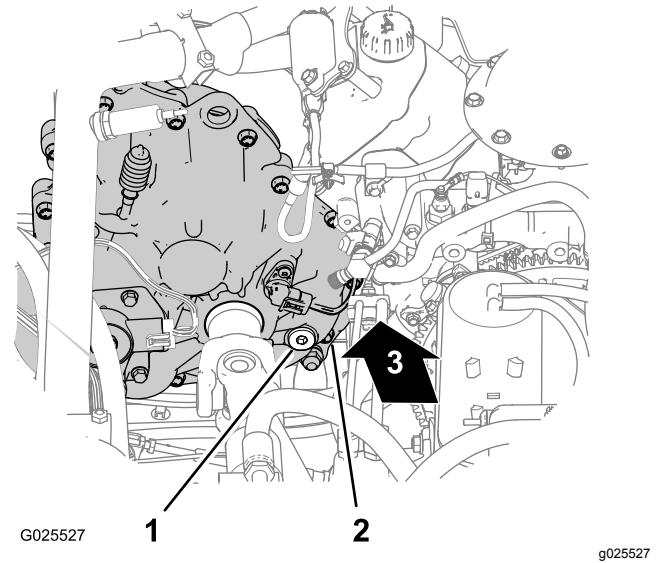
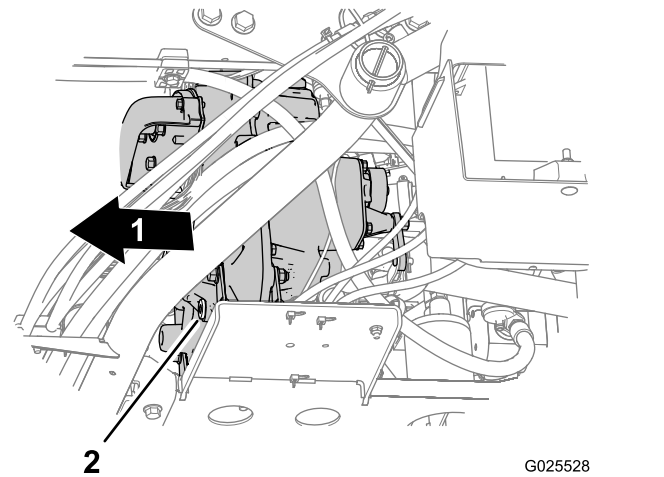

図 58
図 59
3. 補給ポートから補給プラグを外すプラグを左に回す 図 58。
4. ドレンプラグの下にオイルを受ける容器をおく 図 59。
5. ドレンポートからドレンプラグを外すプラグを左に回す 図 59。
6. ドレンプラグを取り付ける(図 59)。
7. 補給ポートから、トランスミッションオイルDexron VI 700 mlを入れる 図 58。
2. トランスミッションの後部、車幅方向内側の低い位置にある補給用プラグ、および、トランスミッションの前部、車幅方向外側にあるドレンプラグを探し出す 図 58と図 59。
- 補給プラグを取り付ける 図 58。